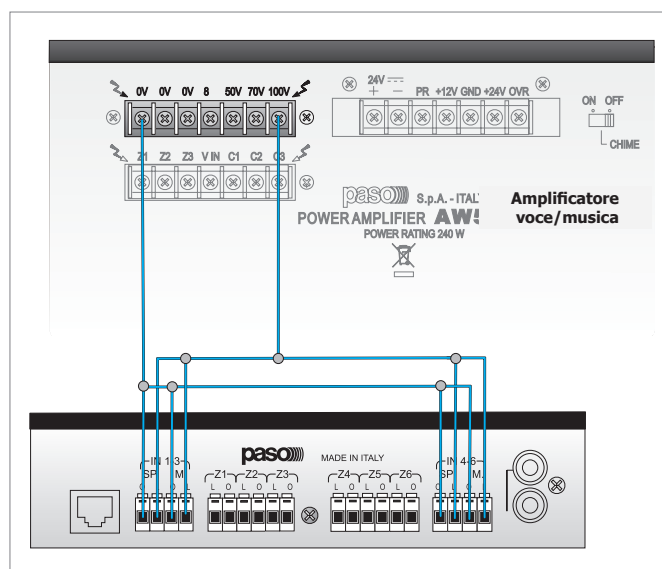

Fig. 5.1.3
L'uscita dell'amplificatore deve essere connessa in parallelo ai morsetti **SP (8)** e **(12)** ed ai morsetti **M. (9)** e **(13)** dello slave, come esemplificato in Fig. 5.1.3; se non è prevista la musica di sottofondo, è possibile tralasciare il collegamento ai morsetti **M. (9)** e **(13)**.